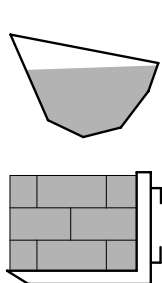

Fig. 1
- Maksymalny poziom załadowania narzędzia nie może przekraczać dolnej krawędzi w przypadku ładunku luzem, i wysokości oparcia osprzętu w przypadku ładunków jednostkowych [patrz rys. 1].